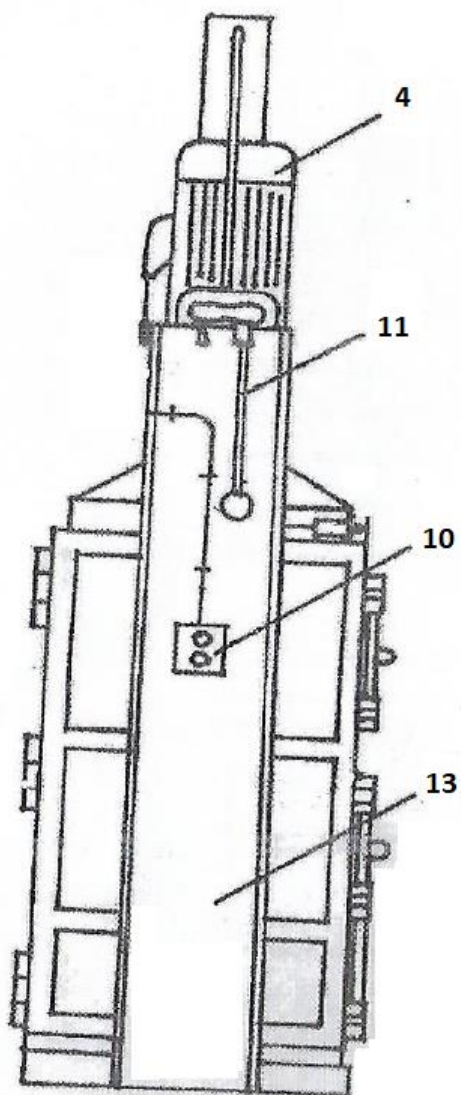

Рисунок 4
– Проверить целостность манжет (поз. 32 и поз. 29 рис. 4) и уплотнительного кольца (поз. 30 рис. 4). Для проверки необходимо разобрать гидроцилиндр в следующей последовательности:
- 9) Сборка производится в обратной последовательности. Внимание! Уплотнительное кольцо (поз.33 рис.4) поле каждой разборки ставить новое.